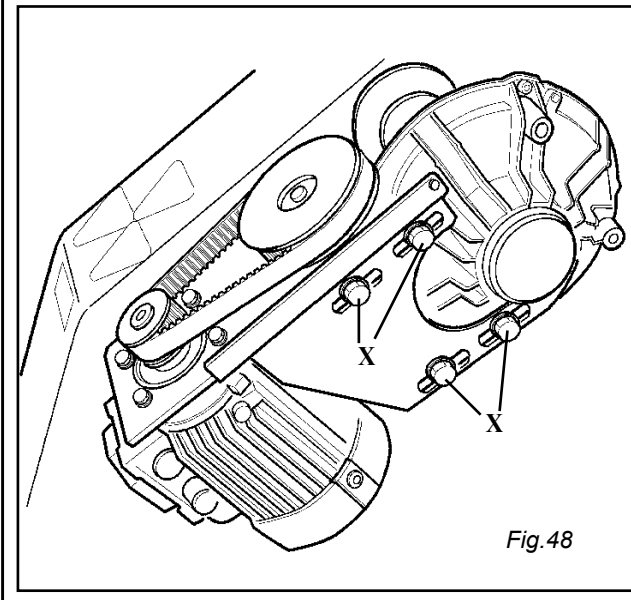

Fig. 48
**Check belt tension** of the electrical motor. If a tension adjusting is needed, remove the protective plastic cover, unloose the nuts (X) shown by fig. 48 and stretch the belt.
Проверьте натяжение приводного ремня электродвигателя. При необходимости отрегулируйте его натяжение. Снимите защитный пластиковый кожух, ослабьте гайки (X), показанные на рис. 48 и натяните ремень.
Die Spannung des Riemen vom Elektromotor überprüfen. Wird eine Einstellung der Spannung notwendig, so soll man zuerst den Kunststoffschütz entfernen, dann die Mutter (X – Abb.48) lockern und den Riemen spannen.